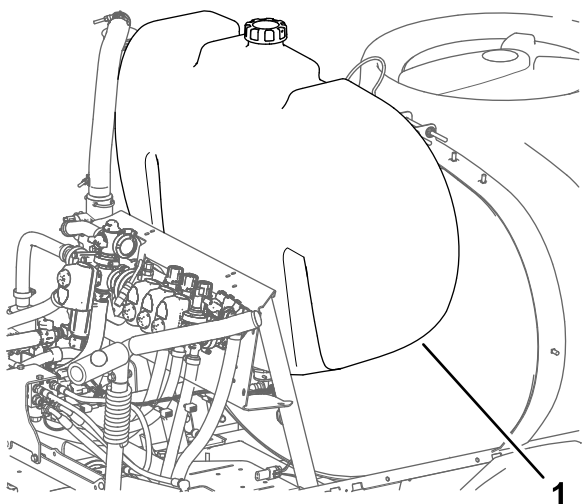

Рисунок 13
1. Установите промывочный бак на машину, как показано на Рисунок 13.